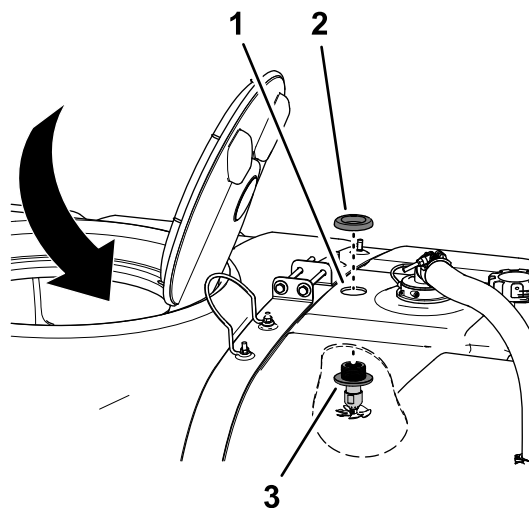

Figura 21
1. Trabalhando no interior do depósito através da abertura de 41 cm, alinhe o conjunto do bico através do furo de 4,5 cm que perfurou em Perfurar o depósito do pulverizador \(página 9\) como se mostra na Figura 21.
2. Monte a porca flangeada de plástico sobre as roscas na união do anteparo na parte superior do depósito e aperte a porca flangeada à mão (Figura 21).